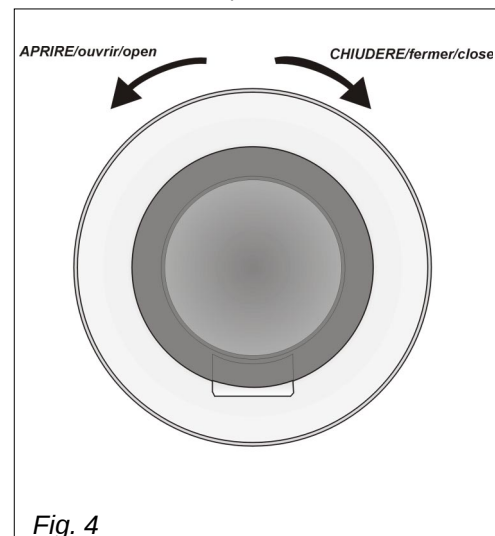
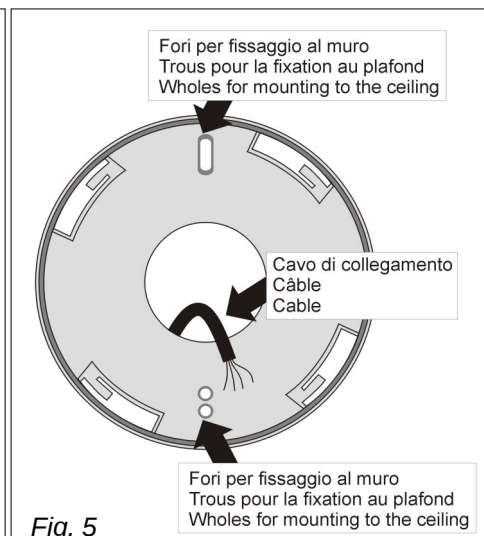

Fig. 4
Fig. 5
1) Impugnare il sensore. Ruotatelo in senso antiorario e separatelo dal supporto posteriore (fig. 4).
2) Infilare i cavi di collegamento attraverso il foro al centro del supporto posteriore e collegarli alla scheda (fig. 5). - 3) Fissare il supporto posteriore al muro forando in corrispondenza dei fori previsti.
1) Enlever le détecteur de son support en tournant dans le sens inverse des aiguilles d'une montre (fig. 4). - 2) Introduire le câble par le trou au centre du support y le raccorder à la carte électronique (fig. 5). - 3) Fixer le support en perçant les trous prévus. - 4) Remonter le détecteur sur le support en tournant dans le sens des aiguilles d'une montre.
1) Remove the detector from the bracket by turning it anti-clockwise (fig. 4). - 2) Introduce the cables through the hole in the center of the bottom and connect them to the electronic board.(fig. 5). - 3) Mount the bottom to the wall by drilling where indicated. - 4) Remount the detector to the bracket by turning clockwise.